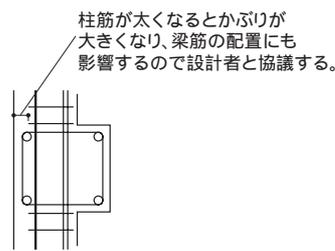

図4
- (1) 柱筋が太くなるとかぶりが大きくなり、梁筋の配置にも影響するので、設計者と協議する。(図4)